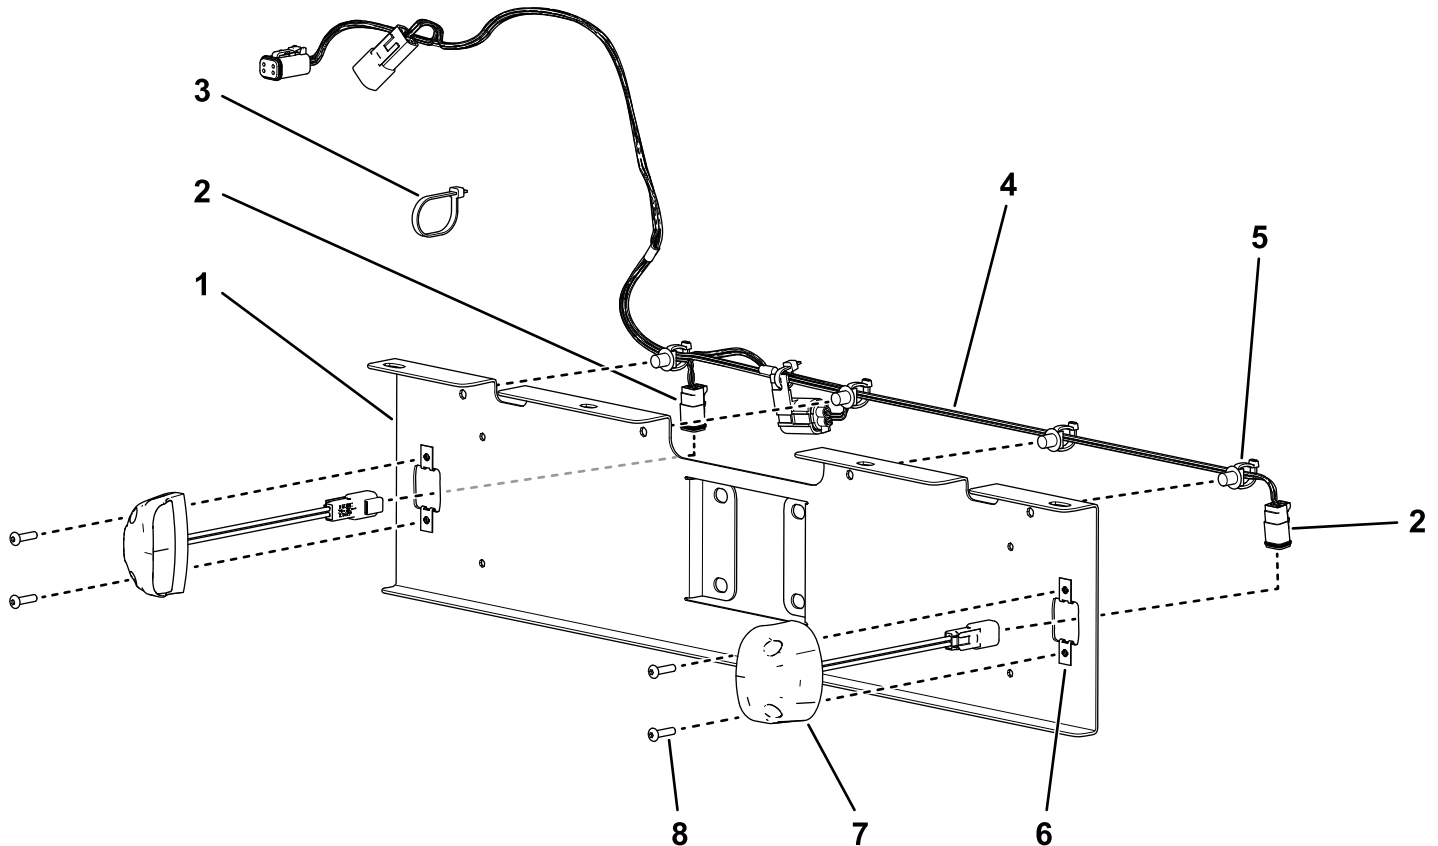

Bild 1
1. Verlegen Sie den Kabelbaum des Nummernschilds oben entlang der Nummernschildhalterung, wobei die zwei großen Anschlüsse und die Sicherung auf der linken Seite sein sollten (Bild 1).
2. Drücken Sie die vier Eindrückbefestigungen auf dem Kabelbaum in die entsprechenden Löcher in der Halterung, um den Kabelbaum an der Nummernschildhalterung zu befestigen (Bild 1).
3. Verlegen Sie die Lichtanschlüsse des Nummernschilds durch die großen Löcher an jedem Ende der Halterung und schließen Sie sie an die beiden Nummernschildlampen an (Bild 1).
4. Befestigen Sie die Lampen mit 4 Sechskantschrauben (#10" x 3/4") und 4 Clipmuttern an der Halterung, wie in gezeigt Bild 1